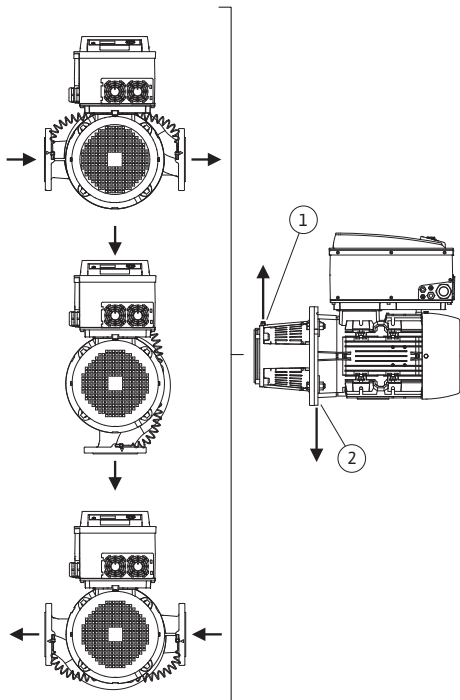

Fig. 14: Tilladte installationspositioner med horisontal motoraksel
De tilladte installationspositioner med vandret motoraksel og elektronikmodul, der vender opad (0°), er vist i Fig. 14.
Udluftningen af pumpen er optimalt sikret, hvis ventilationsventilen vender opad (Fig. 14, pos. 1).
Bortled dannet kondensat målrettet via eksisterende borer, pumpelanterne samt motor (Fig. 14, pos. 2).